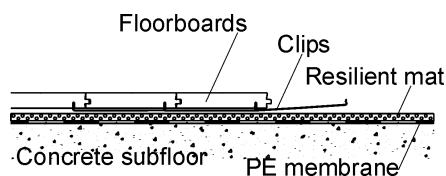

Fig. 3
Ai piani terra e superiori è necessaria una protezione dall'umidità proveniente sia dall'edificio che dal terreno. La protezione dall'umidità si ottiene mediante la posa direttamente sul cemento di una membrana impermeabile o in polietilene (PE) con spessore 0,20mm o con 1000gr di polietilene (per es. Barriera al vapore Junckers), vedi Fig. 3. La barriera al vapore viene posata sovrapponendo 200mm in corrispondenza di tutti i giunti e lungo le zone a contatto con i muri. Tutte le sovrapposizioni devono essere fissate con del nastro con larghezza 50mm.